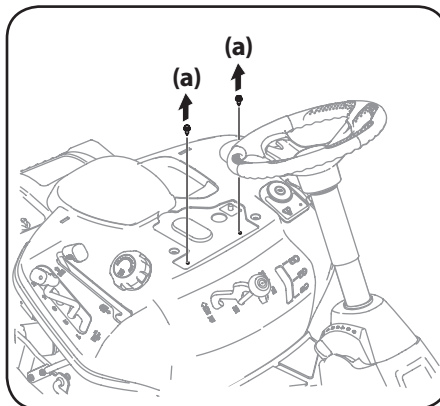

Figure 2-6
2. Retirez les deux vis autotaraudeuses (a) installées en usine sur la tondeuse à siège. Voir Figure 2-6.